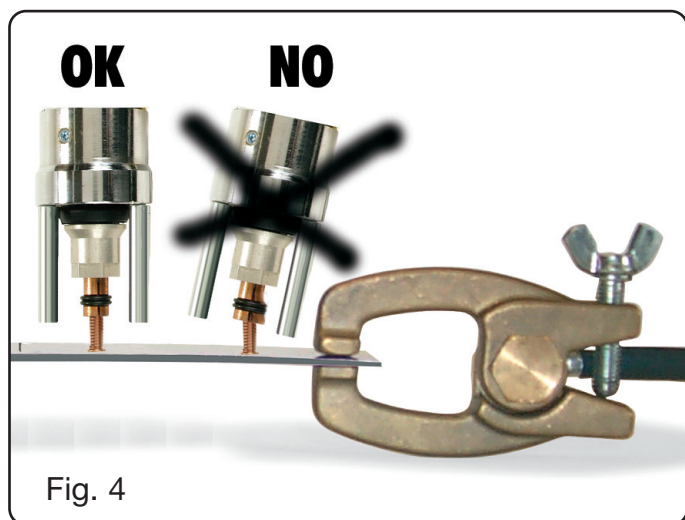

Fig. 4
- La pistola se extrae manteniéndola perfectamente alineada con el perno para no deformar la pinza (Fig4).